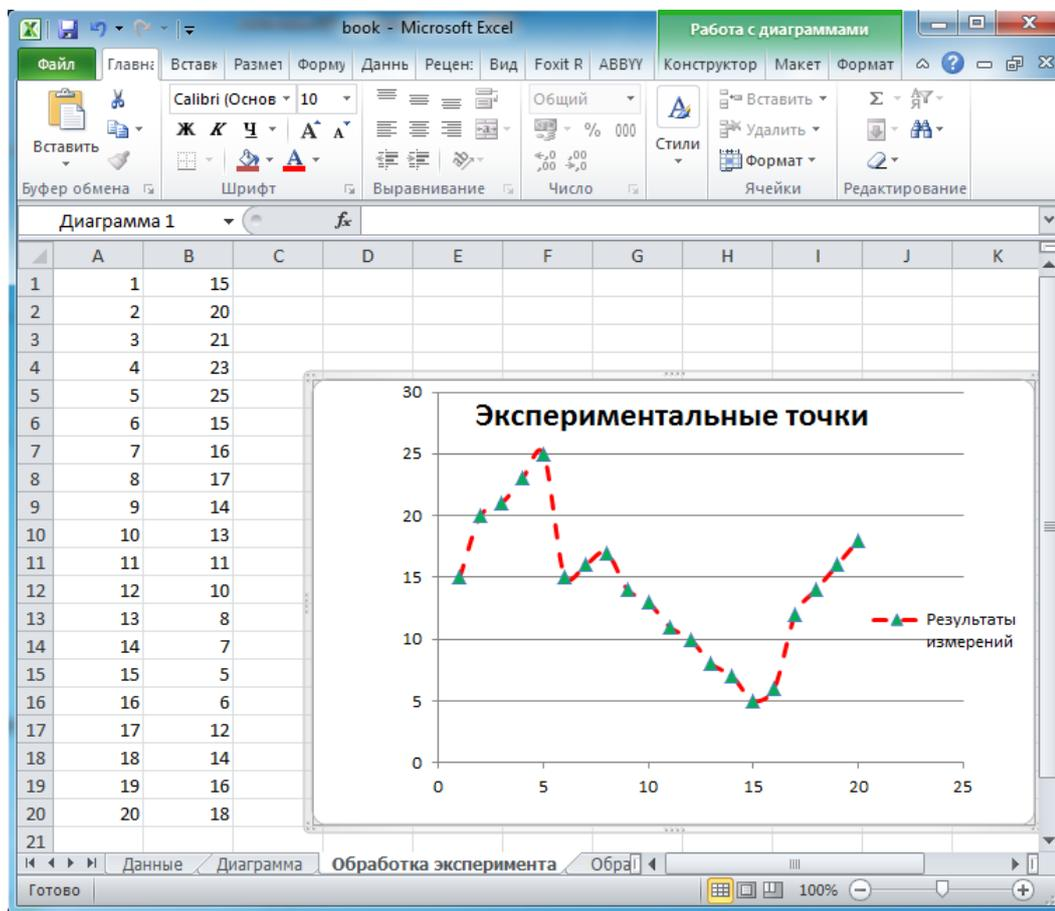

Рисунок 4 – Экспериментальный график
15) Щелкните на кнопке **Заккрыть**, снимите выделение с ряда данных и посмотрите, как изменился вид графика (см. рисунок 4).